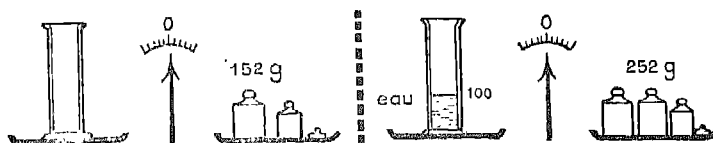

Fig. 4. — Graduation d'une éprouvette.
b) Graduation d'une éprouvette. Voyez la figure 4 : elle vous apprend comment on détermine le trait correspondant à la capacité de 100 centimètres cubes.